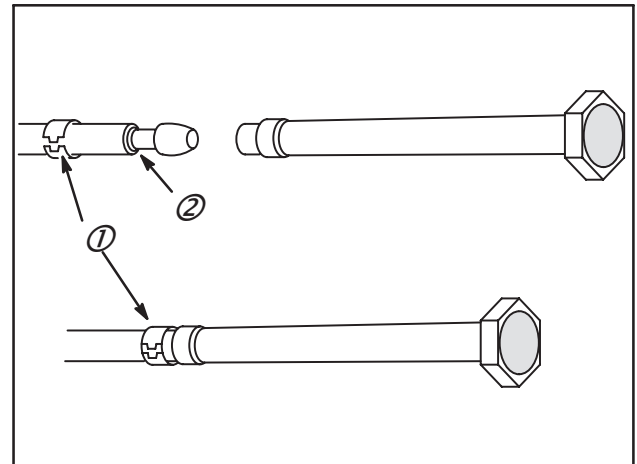

Fig. 87
Glisser un circlip neuf (1) sur le tube en laiton. Chauffer l'extrémité du tube dans de l'eau chaude et pousser sur l'extrémité pour le mettre en place. Mettre le circlip sur le tube à la hauteur de la gorge (2) dans le tube en laiton, Fig. 87.